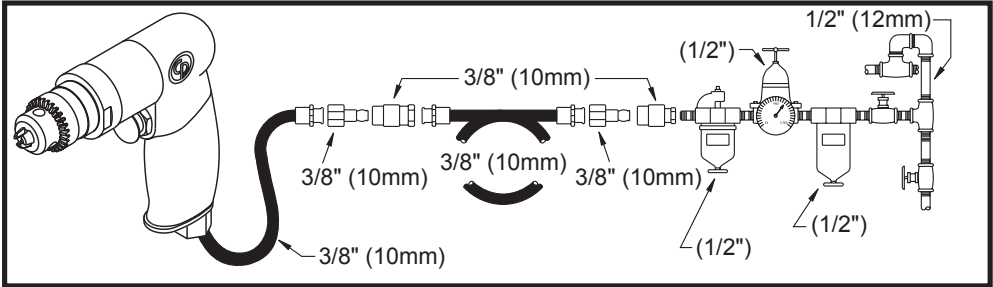

Fig. 01
- Connect device as shown in Fig. 01.
- To operate tool in reverse rotation, push the lever (B) in reverse direction as sign showing.
- To start the machine, pull the trigger (A). Machine speed is increase by increasing pressure on the trigger. Release the trigger to stop.
- Das Gerät wird in Abb. 01 gezeigt anschließen.
- Damit das Gerät in entgegengesetzter Drehrichtung betrieben werden kann, drücken Sie den Hebel (B) gemäß der Kennzeichnung in die entgegengesetzte Richtung.
- Um die Maschine zu starten, muss der Auslöser (A) gezogen werden. Der Druck auf den Abzug bestimmt die Geschwindigkeit des Motors. Um die Maschine zu stoppen, den Auslöser wieder freigeben.